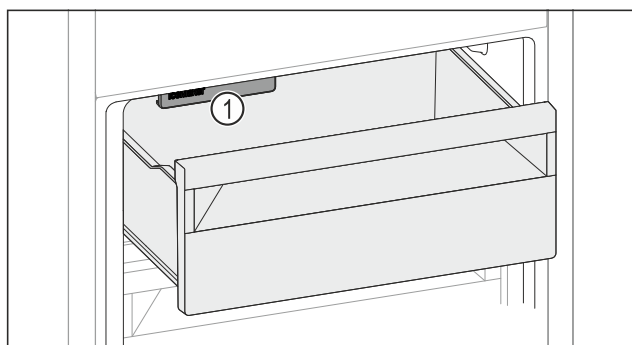

Fig. 224
- Ņemiet vērā IceMaker Fig. 224 (1).